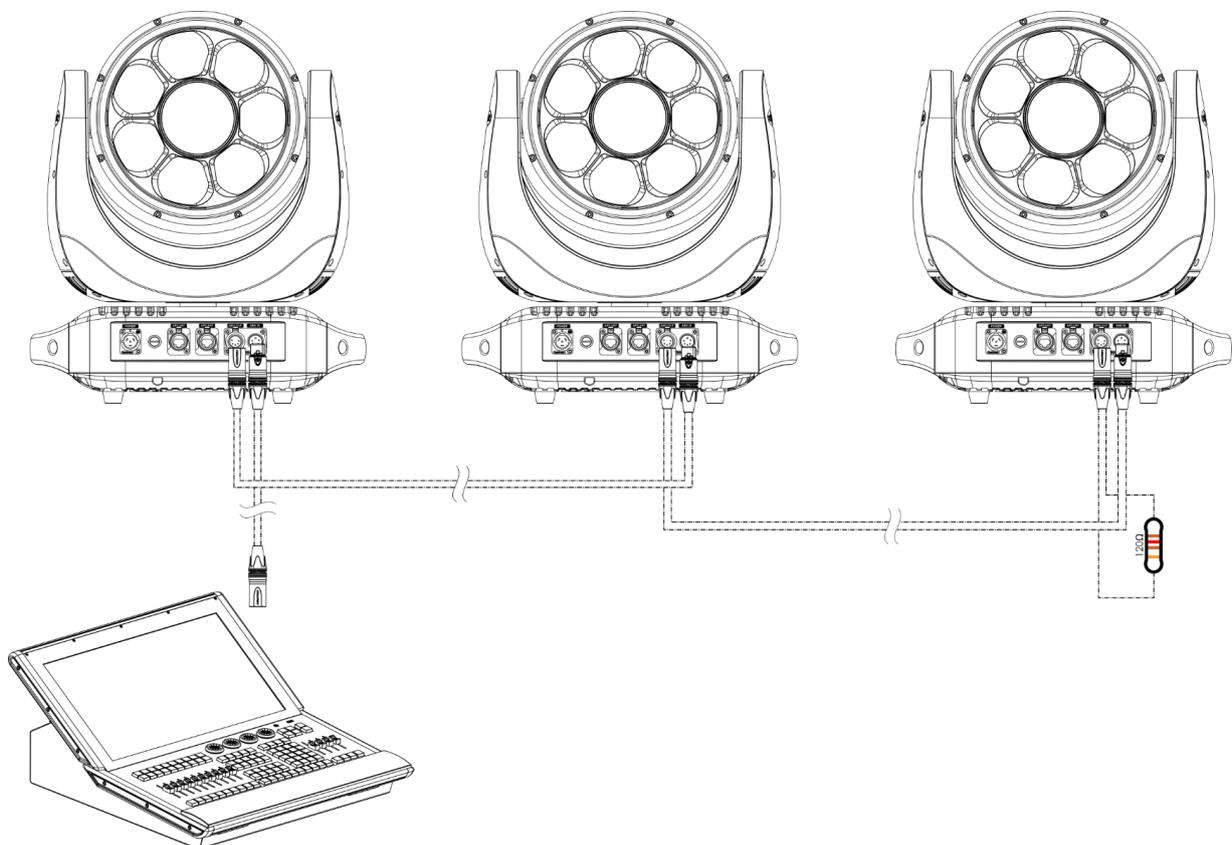

Fig. 08
- 04) Conecte las unidades entre ellas como se indica en la Fig. 08. Conecte un controlador de iluminación a la toma DMX IN (entrada) del primer dispositivo mediante un cable DMX. Conecte un cable DMX que vaya desde el conector DMX OUT (salida) de la primera unidad al conector DMX IN (entrada) de la segunda unidad. Repita este proceso para interconectar el resto de las unidades.